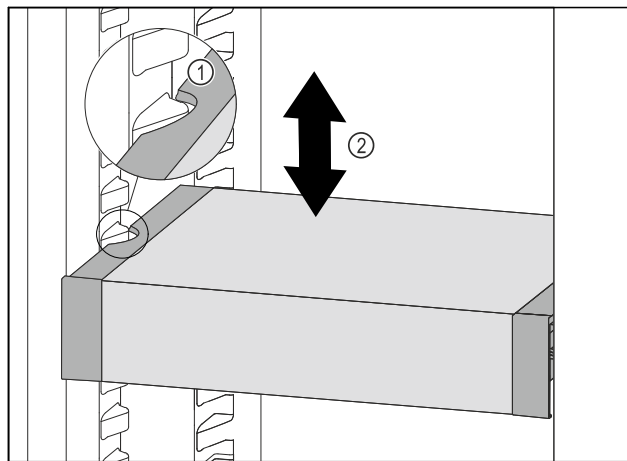

Fig. 118
- Tirare VarioSafe in avanti fino a quando le cavità laterali di VarioSafe non si trovano al livello della nervatura del contenitore nel vano frigorifero. Fig. 118 (1)
- Spostare VarioSafe verso l'alto o verso il basso nel vano frigorifero fino a raggiungere l'altezza desiderata. Fig. 118 (2)